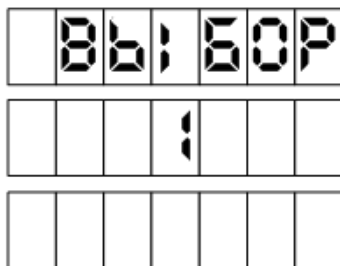

Рисунок 8
– "включен, 1 клавиатура". При подготовке заказа на всех табло будет выводиться дополнительный диалог выбора стороны (рисунок 8). Необходимо выбрать номер стороны, по которой будет производиться отпуск топлива (нажать **1** или **2**).